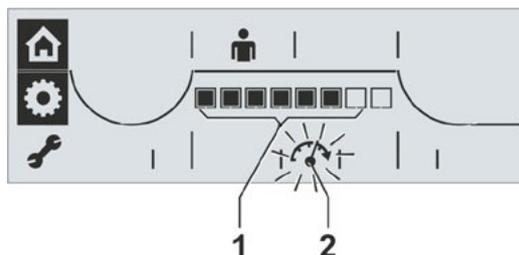

Fig. 1: Livello velocità/tempo di attuazione
1. Ruotare il Drive Controller finché il simbolo della velocità non lampeggia (fig 1, pos. 2). I segmenti neri della scala, fig. 1, pos. 1, indicano l'attuale livello di velocità/tempo di attuazione impostato all'interno delle prime sette posizioni, vedi anche la tabella in alto.